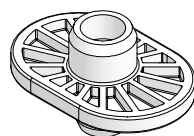

Abb. 42.2
■ Alle anderen AluStar- und StarTec-Elemente mit dem Stapelsicherungsbolzen AS/ST schwarz (Abb. 42.2).